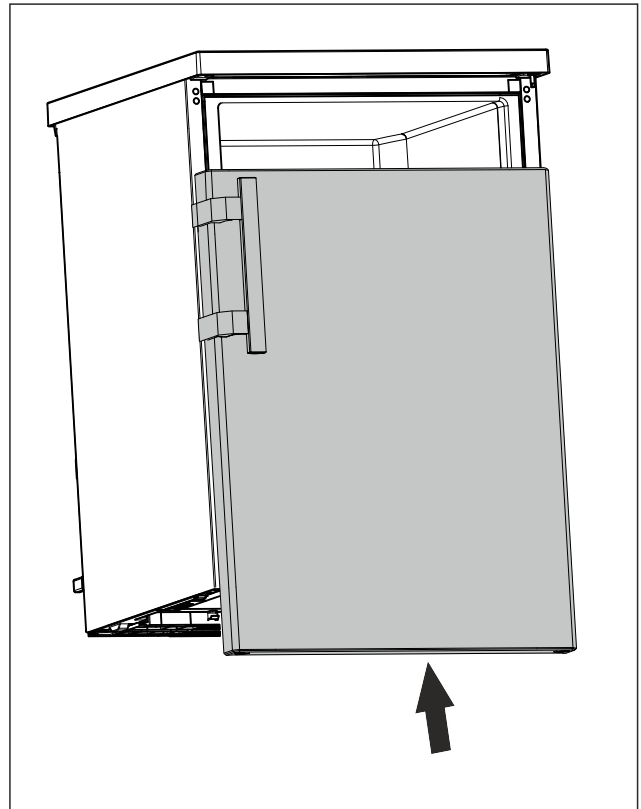

Fig. 16
- ▶ Futni derën në gjendje të mbyllur në bulonin e sipërm. (shihni Fig. 16)